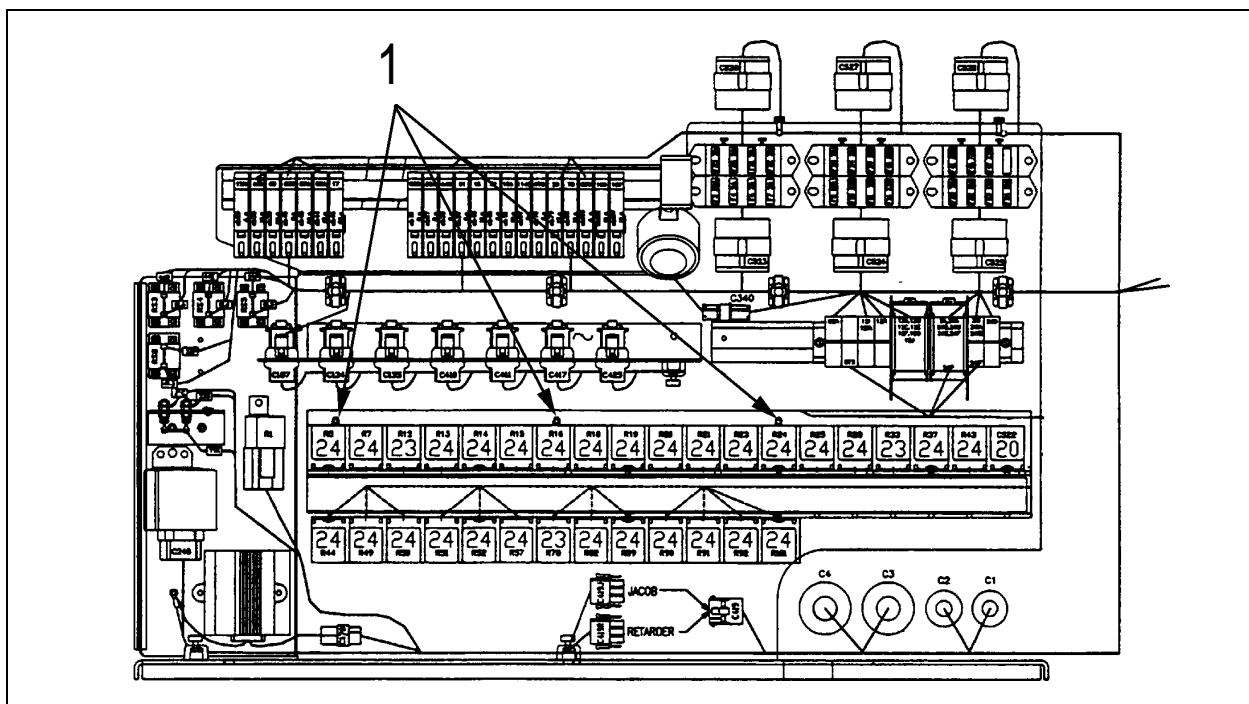
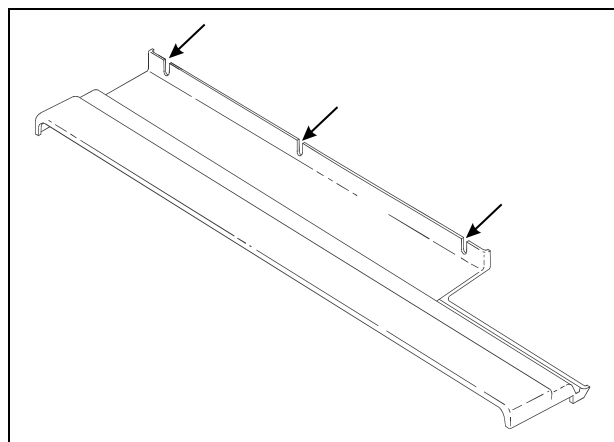

Figure 2 : Compartiment de service avant. (1) Vis à retirer.
Figure 3 : Protecteur #286228.
- Retirer trois des vis actuelles du support de relais (figure 2, élément 1).
- Fixer le protecteur #286228 (figure 3) au-dessus des relais, à l'endroit illustré à la figure 2, élément 1. Utiliser les vis #500641 et rondelles #500438.